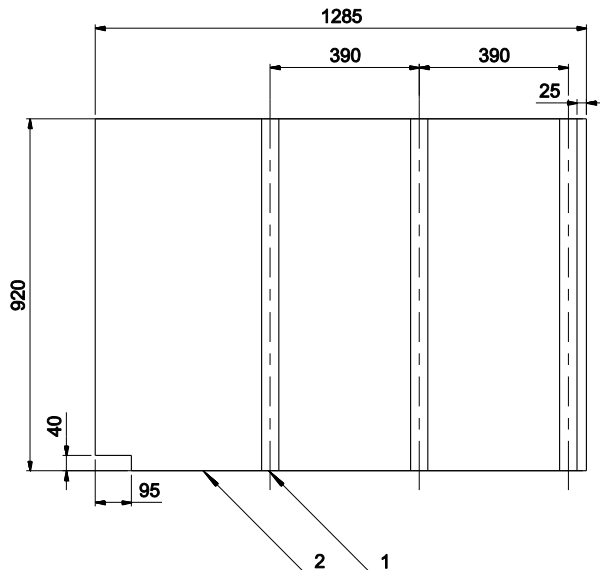

Bild 19. Mått för Sidoskiva till gjutform för betonggjutning.
- 4.2 Kapa tolv stycken 45x70 träreglar 920 mm långa och fyra stycken 18 mm plywoodskivor, som uppfyller kraven i EN 636-3, till måttet 1285x920 mm och såga ur ett hack i ena hörnet enligt Bild 19. Gör fyra likadana Sidoskivor enligt dessa instruktioner, fixera därefter träreglarna till skivorna med träskruvar enligt Bild 19.